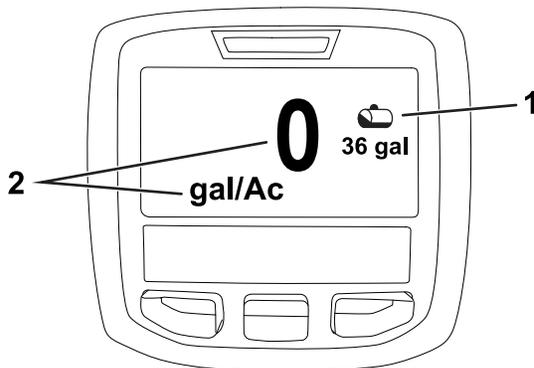

Рисунок 20
2. Нажмите правую кнопку выбора, чтобы перейти к экрану объема жидкости в баке опрыскивания (Рисунок 20).